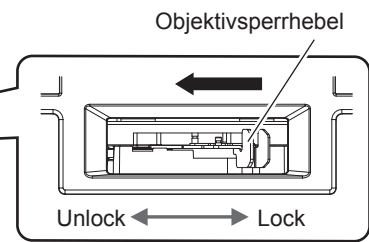

Abb. 3
- 3) Bestätigen Sie, dass der Objektivsperrhebel auf der Seite Unlock positioniert ist. (Abb. 3)**
- Wenn sich der Objektivsperrhebel auf der Seite Lock (Abb. 5) befindet, drücken Sie den Objektivsperrhebel ein und drehen Sie ihn zur Seite Unlock (Abb. 3).
- 3) **Halten Sie das Projektionsobjektiv fest, drücken Sie den Objektivsperrhebel ein und drehen Sie ihn zur Seite Unlock. (Abb. 3)**